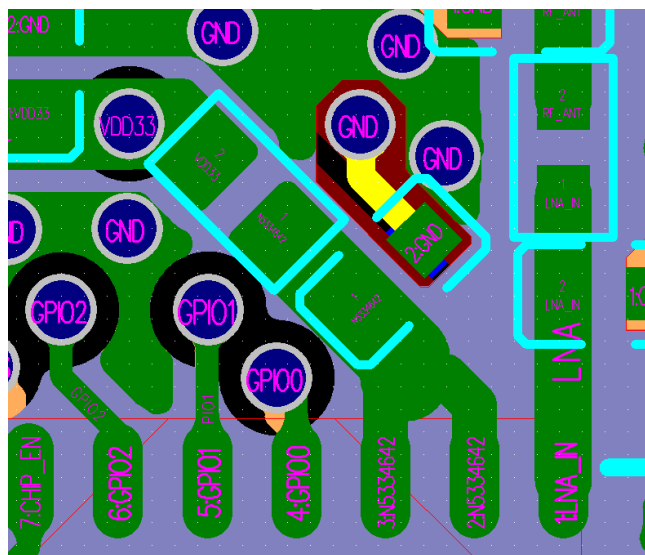

图 16: ESP32C3 系列芯片四层板模拟电源设计
- 模拟电源管脚 2、管脚 3 处 LC 滤波电路中的对地电容建议添加过孔连接至第三层或第四层，其余层做 keep-out 隔离，参考图 16。